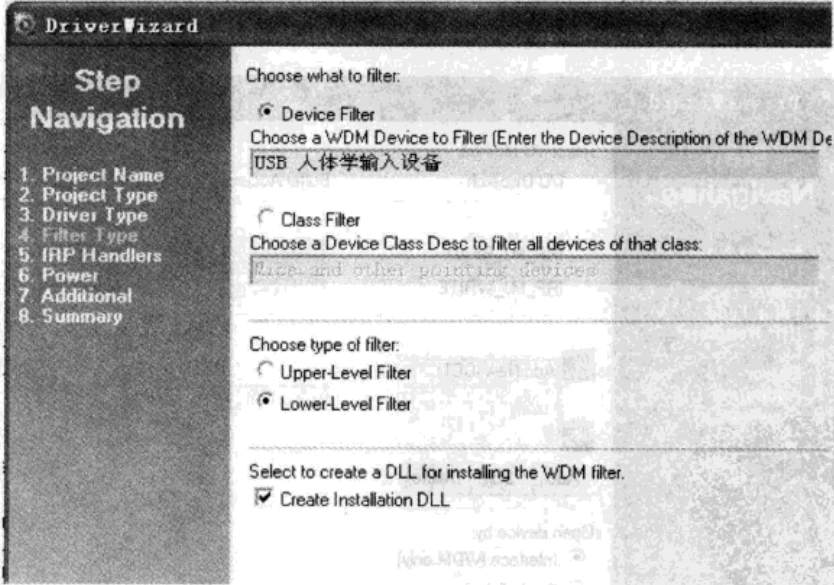

图 10.2.4 选择过滤器的类型
(4) 选择过滤器的类型。如图 10.2.4 所示，在选择过滤器的对话框中，选择过滤的对象为